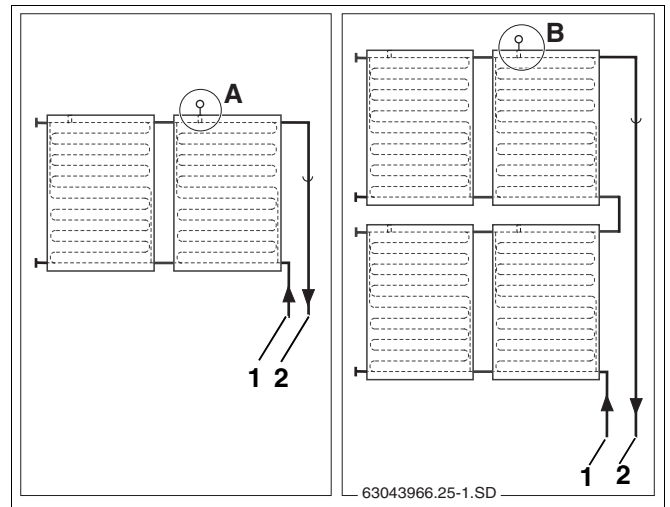

Fig. 50 Punto de montaje de la sonda del colector (representación esquemática)
Tenga en cuenta el lugar de instalación en el caso de montar una o dos filas de colectores en serie (fig. 50).
La sonda del colector debe montarse en el colector con la tubería de impulsión conectada (fig. 50, **pos. 2**).
- Lugar de instalación (fig. 50, **pos. A**) en el caso de una fila de colectores.
- Lugar de instalación (fig. 50, **pos. B**) en el caso de dos filas de colectores.